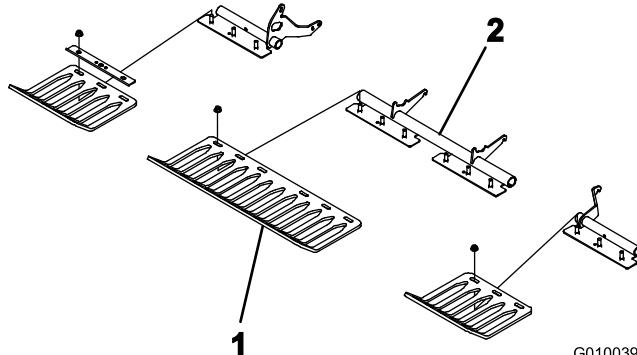

Figura 23
- Instale, sem apertar, os protectores de relva nos suportes dos protectores de relva com 4 braçadeiras para os suportes de relva e 12 porcas flangeadas (Figura 23). Não aperte os dispositivos de fixação.
Nota: As braçadeiras para os suportes de relva e as porcas flangeadas são expedidas presas aos suportes dos protectores de relva (Figura 23).